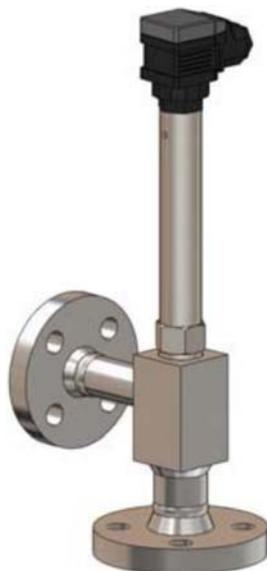

Рис.5. Датчик EL22
**Датчик EL22** (рис.5) устанавливается на котел через переходник с фланцевым присоединением